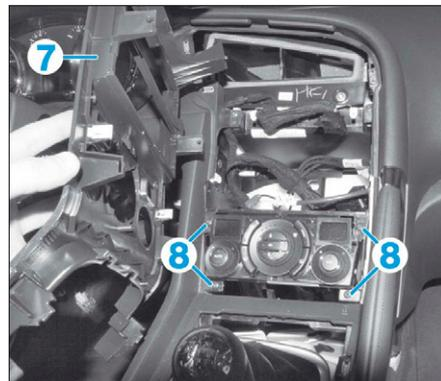

FIG. 31
• Dégrafer et déposer l'entourage de commande de climatisation (7) (Fig.31).
• Déposer les vis de fixation (8) de la commande de climatisation.